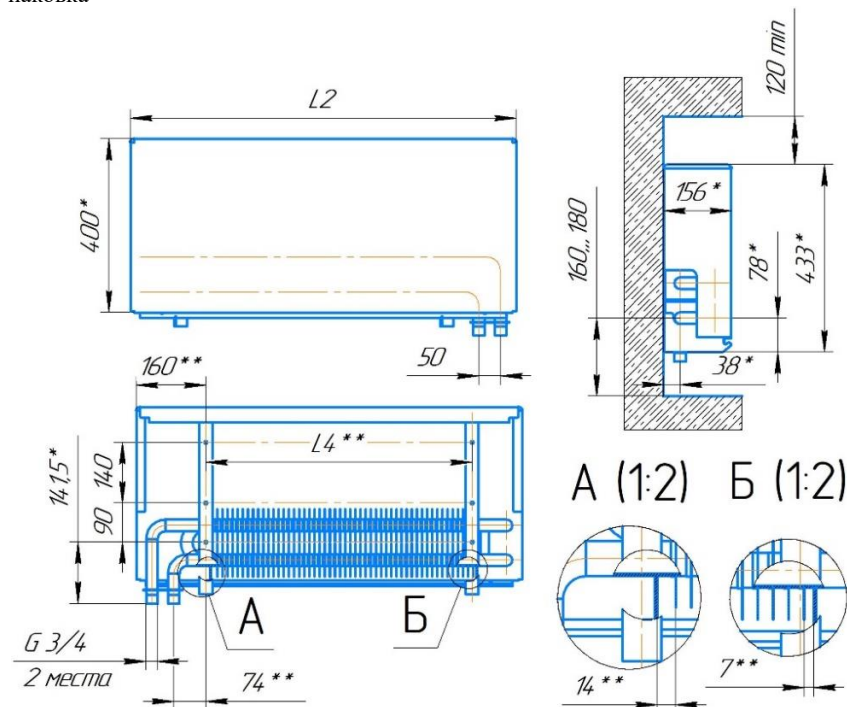

Рис. 1 – Конвектор «Универсал ТБ-С м (К; НП)».
- 1.3. Конвекторы выпускаются в концевом или проходном исполнении, с патрубками для подвода теплоносителя, расположенными с правой или левой стороны прибора, концы присоединительных патрубков гладкие (под сварку) или с раструбами с резьбой наружной G 3/4" (НР ¾) или с резьбой внутренней G 1/2" (ВР ½), габаритные и присоединительные размеры указаны в рис. 1.